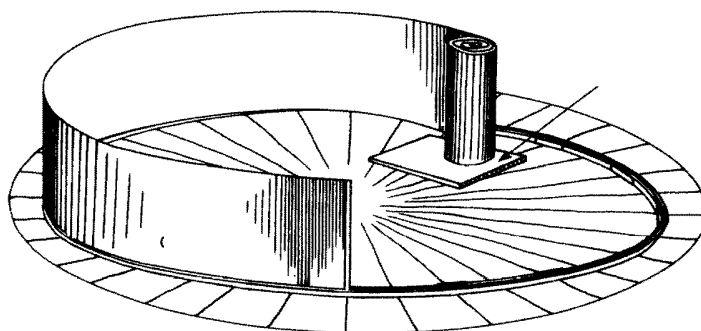

Abb. 7
- Beginnen Sie, den Stahlmantel aufzurollen (Abb. 7), indem Sie gleich die untere Stahlmantelkante in den Bodenschienenkreis hineinstellen. Die Linie der Schraubenlöcher muss in der Mittellinie eines Schienenverbindungsstückes liegen, so kann die Verschlussstelle des Stahlmantels von einem Steher abgedeckt werden. Das Mantelende an der Außenseite wird nach der Verschraubung mit einer Schutzhülle abgedeckt.